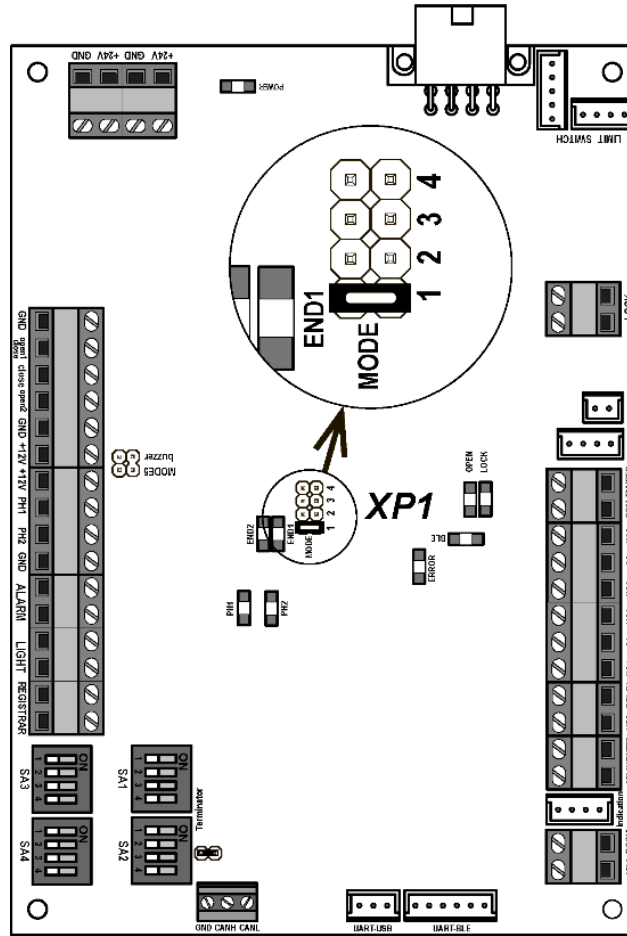

Рисунок 9. Расположение джампера «MODE1» при левостороннем положении стрелы
2. На приводе стрелы переведите рычаг (13) в нижнее положение. Для этого шлицевой отвёрткой вращайте винт разблокировки привода (21) против часовой стрелки до упора.
4. Демонтируйте рычажно-шатунную группу – детали (12) и (13), для чего открутите два болта (14) с внутренним шестигранником S10 и снимите стопорное кольцо (15). Детали плотно насажены на оси, при снятии покачивайте их из стороны в сторону, при необходимости используйте большие отвертки в качестве рычагов.
5. Снимите стопорное кольцо (16) и разъедините детали – шатун (12) и рычаг (13). Замените рычаг (13) на другой из комплекта поставки (рычаг с маркировкой 18В-В соответствует правосторонней установке стрелы, рычаг с маркировкой 18В-А – левосторонней). Установите шатун на новый рычаг и зафиксируйте обе детали стопорным кольцом (16).
6. Открутите четыре винта (18) с внутренним шестигранником S6 и переставьте упор (17) зеркально относительно вертикальной оси привода, на рисунке – место (19). Перед установкой упора на новое место проверните вал редуктора с упорной лапкой (20) при помощи винта (21). При необходимости зафиксируйте упор на новом месте болтами (18).
7. Установите на место рычажно-штурманскую группу и закрепите ее болтами (14) на валу кронштейна стрелы и стопорным кольцом (15) на шарнире лапки (20).
8. На плате управления поставьте перемычку-джампер «MODE1» на разъем **XP1** для левостороннего положения стрелы. Для правостороннего положения – джампер по умолчанию снят (см. рис. 9):